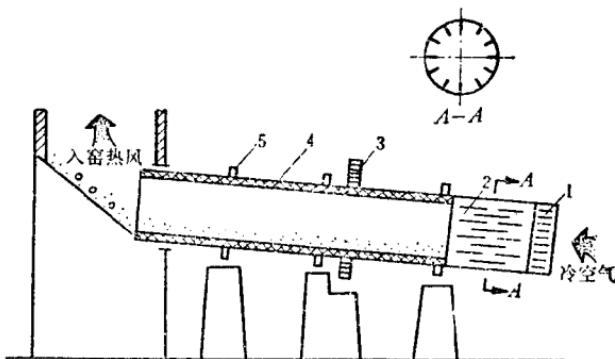

图 1-1 单筒式冷却机
1. 单筒式冷却机（图 1-1）。这种冷却机的外形、结构与回转窑类似，在筒内镶有耐火衬料及扬料板等。冷风由出料端进入，与波扬料板及筒体转动带起而散开的热熟料进行热交换，冷风受热而成热风后进入窑内。单筒式冷却机结构简单，但占地面积较大，投资较多。